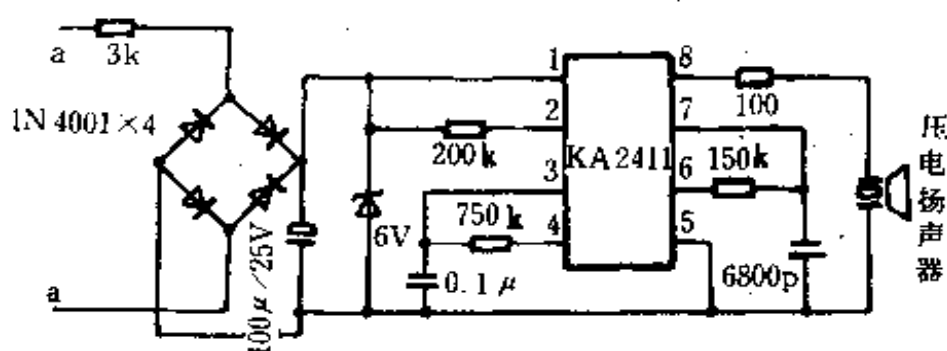

图 1-6 KA2411 振铃电路
KA2411 是比较早期的电话机专用电子振铃集成电路,其内部电路主要包括振铃信号发生器和振铃信号放大器。如图 1-6 所示,将原机振铃线圈拆除,两根引线接入 aa', 振铃信号经过 $3\text{k}\Omega$ 电阻限流,再经过由四只二极管构成的全波整流器整流、 $100\mu\text{F}$ 电容滤波和 6V 稳压管稳压后,送 KA2411 ①脚作电源。每当外线振铃信号到来,KA2411 便由此电源驱动产生本机电子振铃信号,并由 ⑧脚输送到扬声器发出“嘟——嘟——……”的信号。电路中,KA2411 配有少数几只必要的外围元件。